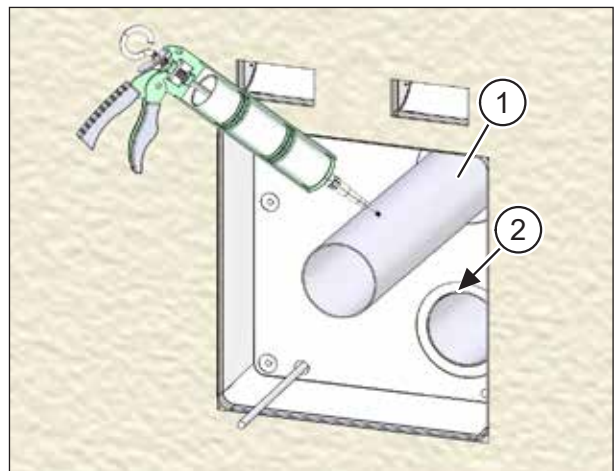

Abb. 36: Lüftungsrohre einsetzen und fixieren
- ▶ Tragen Sie dauerelastischen Dichtstoff auf die äußere Hülle der Lüftungsrohre (Pos. 1 in Abb. 36) auf.
- ▶ Schieben Sie beide Lüftungsrohre mit Drehbewegungen soweit in die Öffnungen des Montagesets ein, dass sie bündig mit der Innenseite des Montagesets abschließen (Pos. 2 in Abb. 36).